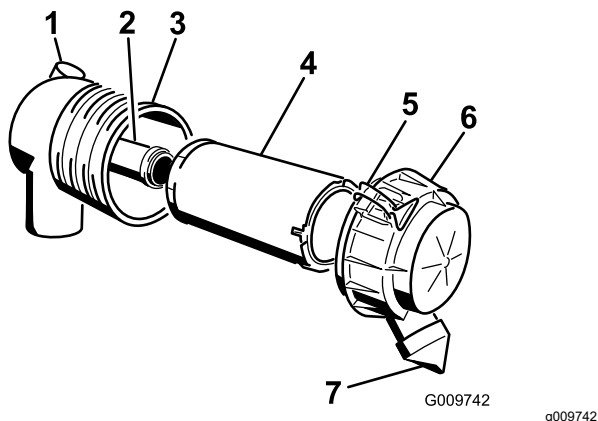

Figura 55
1. Extraiga con cuidado el filtro primario de la carcasa del limpiador de aire (Figura 55).
4. Si va a cambiar el filtro de seguridad, deslice el filtro nuevo con cuidado en el cuerpo del filtro (Figura 55).
6. Instale la cubierta del limpiador de aire con el lado que lleva la palabra "UP" (arriba) hacia arriba y fije los cierres (Figura 55).